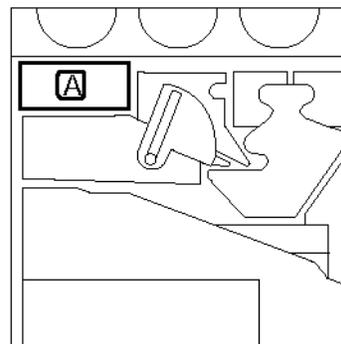

Figura 15: Localización del contenedor de residuos del tóner usado
- 3 Localice el contenedor de residuos del tóner (zona A en la Figura 15) en la parte superior izquierda de la impresora/copiadora.